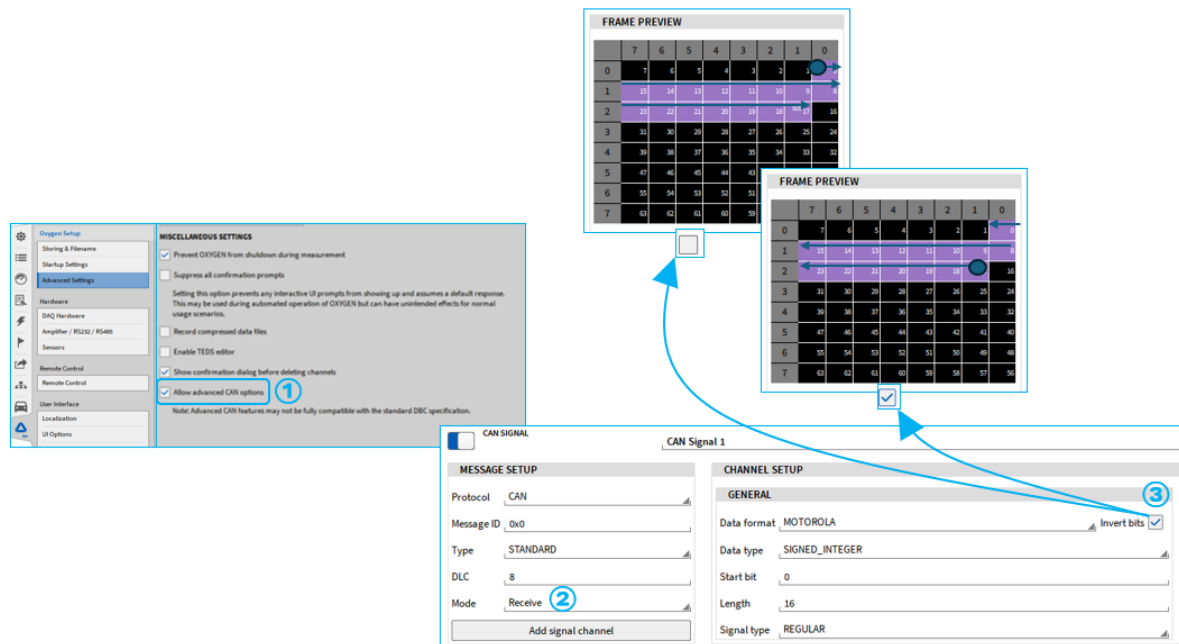

Abb. 7.210: CAN-Bitreihenfolge invertieren
Für den Empfang von CAN-Nachrichten von Geräten ist es möglich, die Bitreihenfolge der CAN-Signale zu invertieren. Dies ist erforderlich, wenn ein Gerät CAN-Signale in einer von der Standardbelegung abweichenden Bitreihenfolge überträgt. Die Bitreihenfolge kann durch Aktivieren der Option *Invert bit order* im CAN-Signal-Setup invertiert werden (siehe ③ in Abb. 7.210).
Bevor diese Funktion verwendet werden kann, muss die CAN-Nachricht auf den Modus *Receive* eingestellt werden (siehe ② in Abb. 7.210). Zusätzlich muss die Funktion in den erweiterten OXYGEN-Einstellungen über das entsprechende Kontrollkästchen aktiviert werden (siehe ① in Abb. 7.210). Die Bitreihenfolge der CAN-Signale kann sowohl für das Intel- als auch für das Motorola-Datenformat invertiert werden.